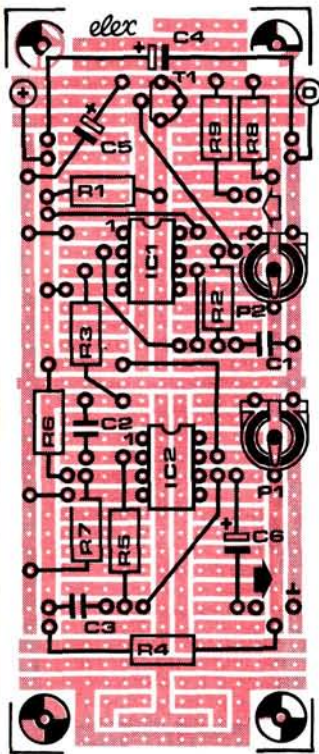

Figure 4 - Schéma d'implantation des composants du générateur de bruit "diesel".
**Figure 4.** La courbe caractéristique d'un filtre de bande est telle que les fréquences supérieures et inférieures à une plage déterminée sont filtrées. Le maximum d'amplitude correspond à la fréquence de résonance.
circuit tiennent sur une plaquette expérimentale de format 1. Sur le schéma d'implantation des composants (figure 4) vous voyez clairement où placer les deux circuits intégrés, les condensateurs, les résistances, les deux potentiomètres, sans oublier les fils de pontage. Les deux circuits intégrés ne doivent pas nécessairement être insérés dans des supports : ils sont moins sensibles aux mauvais traitements que beaucoup d'autres puces (Attention! La sortie d'un 555 supporte mal les courts-circuits). Il faut en tous cas veiller à ce que leur orientation soit correcte. L'encoche de ces deux composants doit être du côté du transistor T1.